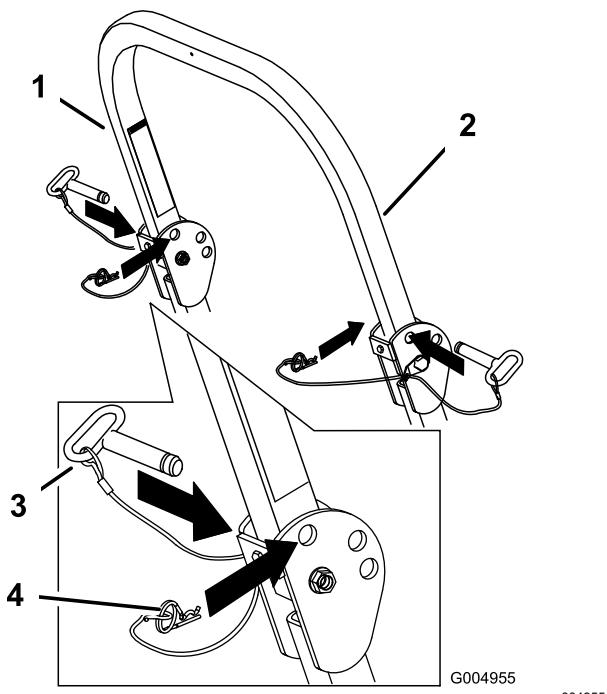

Figura 9
1. Retire las chavetas y retire los dos pasadores (Figura 9).
- Instale los dos pasadores y sujetelos con las chavetas (Figura 9).
- Retire las chavetas y retire los dos pasadores (Figura 9).
- Eleve la barra antivuelco a la posición vertical, instale los dos pasadores y sujetelos con las chavetas (Figura 9).